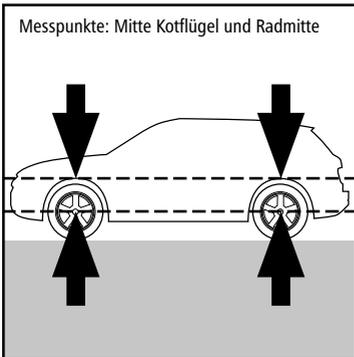

Abbildung 7, Fahrzeug im Ruhezustand
2. Messen Sie im Ruhezustand die Distanz zwischen der markierten Radmitte und der Kotflügelmitte (Abbildung 7) und notieren Sie sich den Wert (Raum für Notizen finden Sie auf Seite 13).